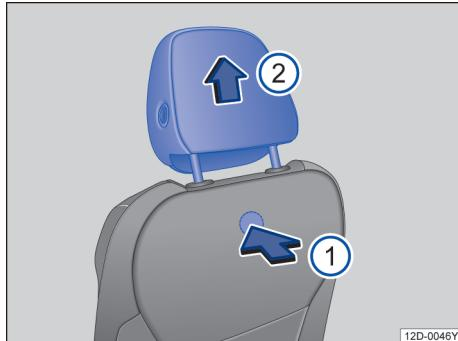

图 74 拆卸和安装前排头枕
- 按压座椅背部隐藏于座椅套内的按钮 → 图 74，将头枕完全拔出。